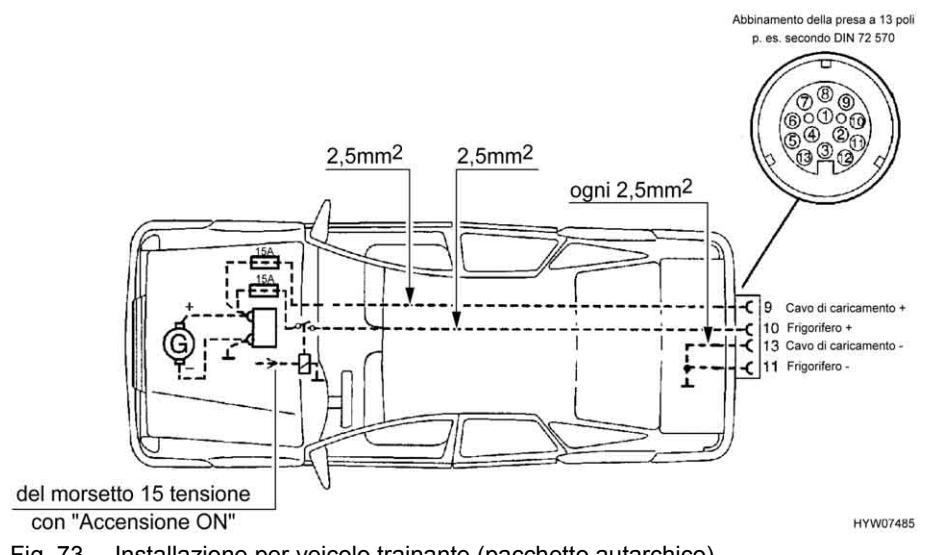

Fig. 73 Installazione per veicolo trainante (pacchetto autarchico)
- ▷ Attrezzare la motrice con le sezioni di cavo relative e con un relais per l'alimentazione elettrica (comandata tramite accensione) (vedi Fig. 73).